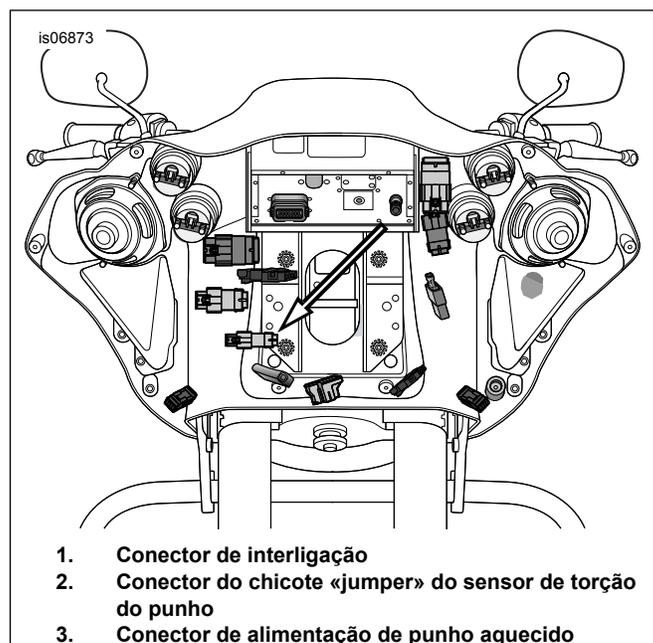

Figura 7. Conector do Chicote «Jumper» do Sensor de Torção do Punho (modelos FLTR)
4. > Ver a Figura 7. Ligue a metade do conector TGS do punho do lado direito à metade do conector do chicote.